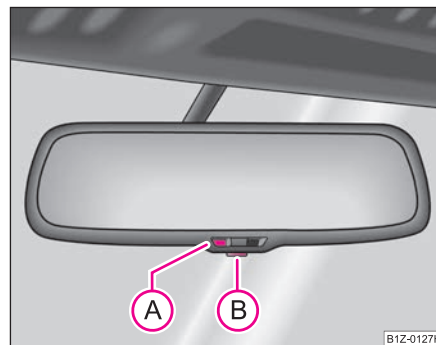

Fig. 58 Oglinda interioară cu reglare automată antiorbire
- Apăsați tasta (B) - lampa de control (A) se aprinde ⇒ fig. 58.